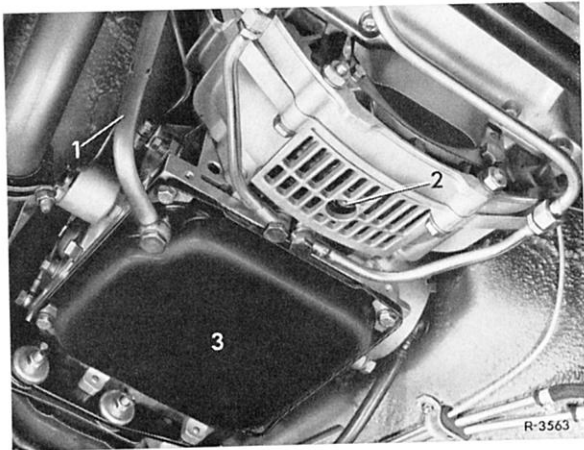

Bild 27-6/2
2 Getriebeöl ablassen. Dazu Öleinfüllrohr (1) an der Ölwanne (3) des Getriebes und Ölablaßschraube (2) an der hydraulischen Kupplung abschrauben (Bild 27-6/2).